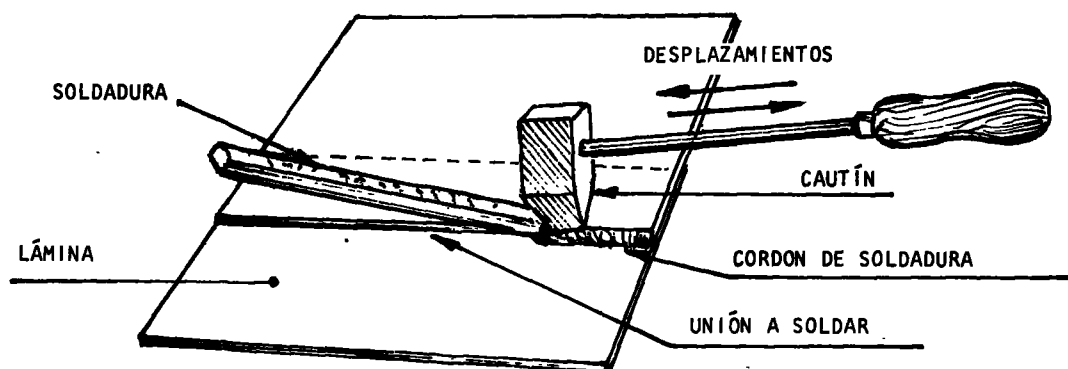

Fig. 4
- c Mantenga el cautín en contacto con la junta mientras arrima la barra de aleación de estaño a la parte soldante (fig. 4).